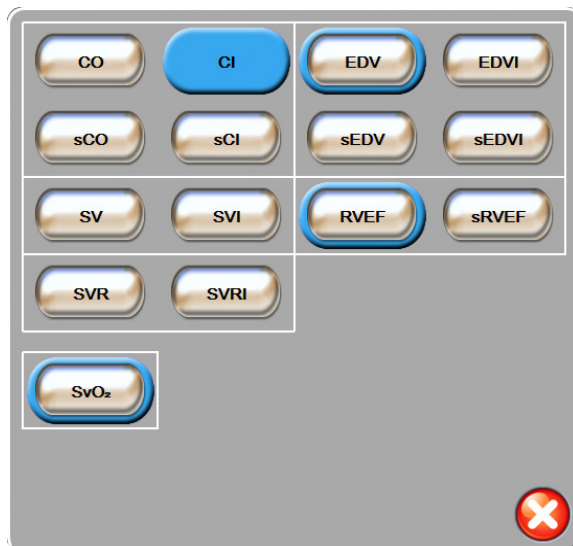

Figura 5-4 Esempio di finestra popup di selezione dei parametri chiave
- 2 Una finestra popup mostra il parametro selezionato evidenziato in colore pieno, mentre gli altri parametri sono attualmente visualizzati con il bordo colorato. I parametri disponibili appaiono sullo schermo senza evidenziazioni. La figura 5-4 mostra la finestra popup che appare durante la selezione dei parametri continui e il monitoraggio con il modulo Swan-Ganz HemoSphere